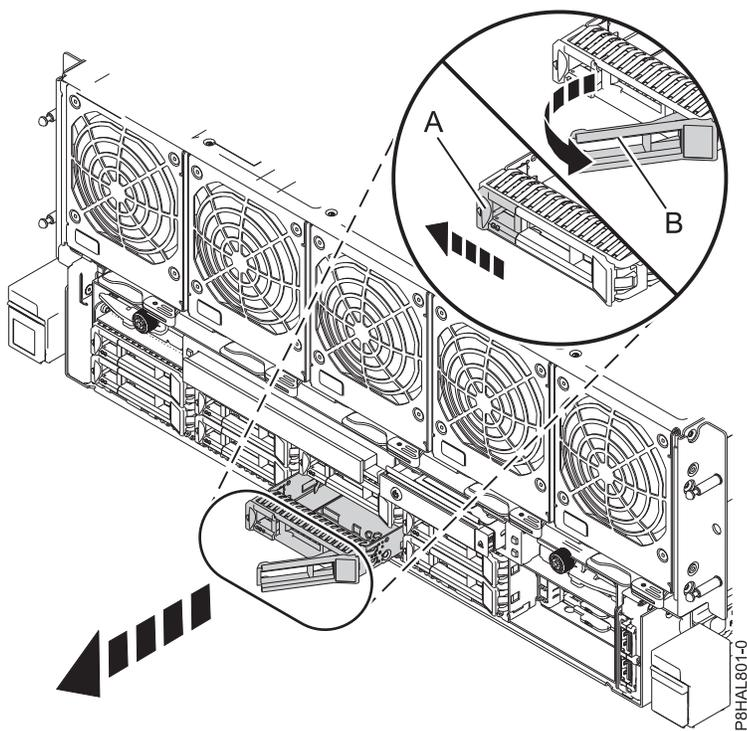

Figura 17. Remover uma unidade de disco do sistema 8408-44E ou 8408-E8E
3. Desbloqueie a pega da unidade (**B**) premindo o trinco da pega (**A**) puxando-a para fora, conforme mostrado em Figura 17. Se a pega não estiver completamente fora, a unidade de disco de segunda geração não poderá deslizar para fora do sistema.